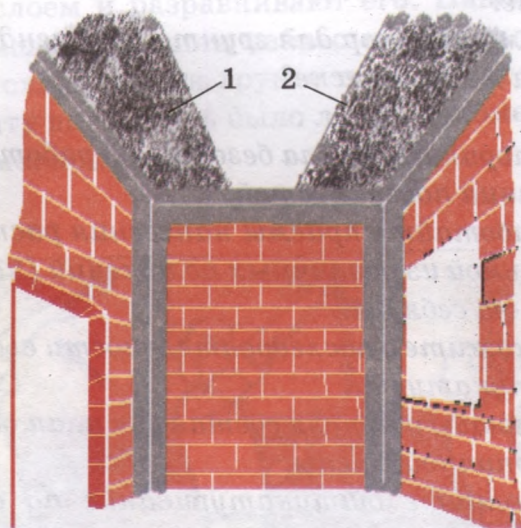

Рис. 18. Устройство отмазок на потолке:
3. На противоположной стороне потолка выполняют такую же отмазку (рис. 18). Эти отмазки в дальнейшем будут служить маяками.